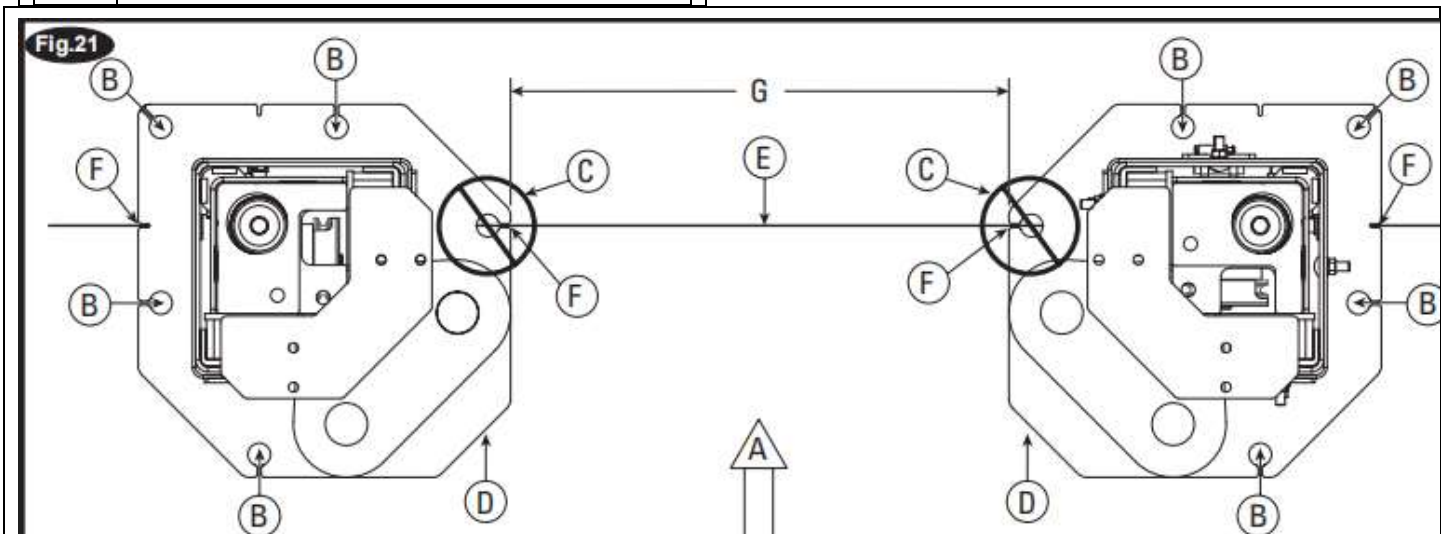

Bild 21 Detalj
2. Lyftinställning: Placera kolumnen i fack med hjälp av dimensioner som visas i specritningar. Med kolumnen liggande på golvet kan två personer lyfta toppen av kolumnen och gå mot basen. När kolumnen närmar sig vertikalt bör en av de två personerna flytta sig till motsatt sida av kolumnen och hjälpa till att långsamt ställa in kolumnen platt på basen. Båda pelarbasplattans ryggar måste vara fyrkantiga på lyftlinjen. Skåror skärs i varje bottenplatta för att indikera lyftlinjen. Använd lämplig utrustning, höj vagnen till första spärrläget. Se till att låsspärren är ordentligt inkopplad. Bild 21.